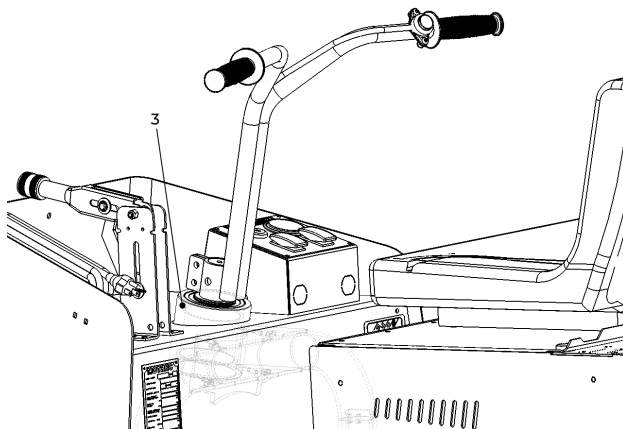

Figure 31. Cylindre de direction.
- Colonne de direction (voir figure 31).